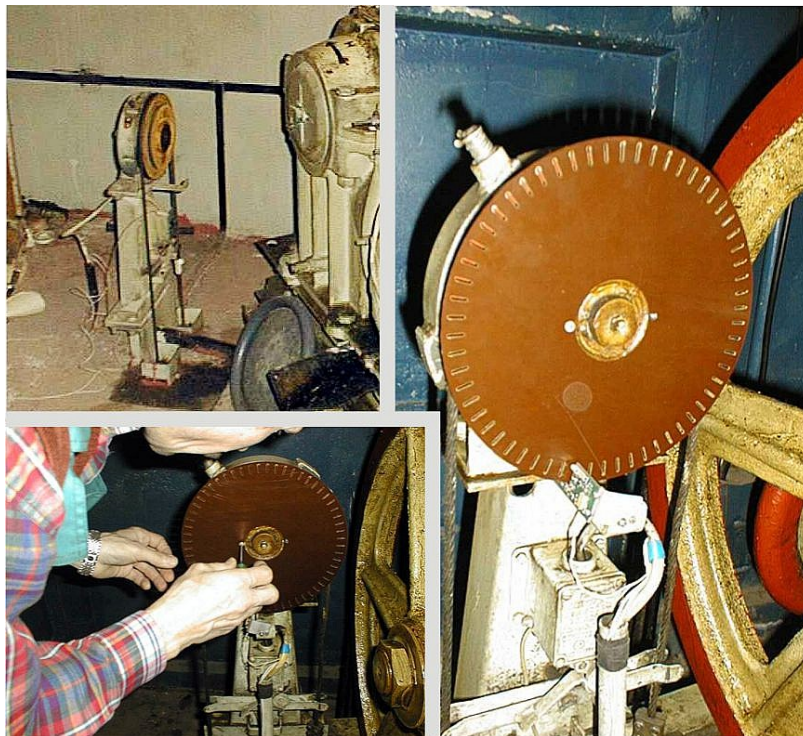

Рисунок 4 - Прерыватель датчика ДСЛ, установленный на шкиве ограничителя скорости
1) Установить прерыватель светового потока на шкив ограничителя скорости, закрепить прерыватель на шкиве при помощи двух винтов М4 с пружинными шайбами, предварительно просверлить отверстия в шкиве и нарезать в них соответствующую резьбу (рисунок 4).